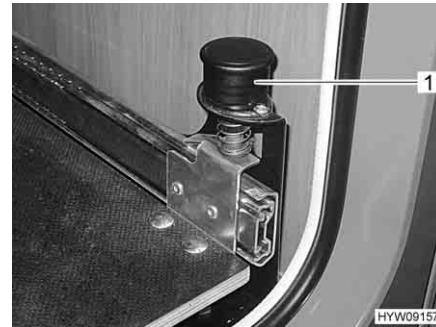

Fig. 90 Pomello con arresto
- Tirare verso l'alto il pomello (Fig. 90,1). La base estraibile del vano portabombole è sbloccata.